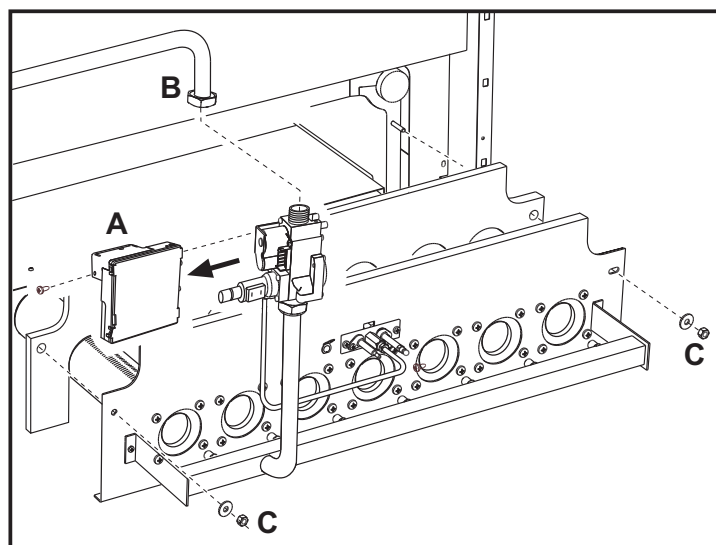
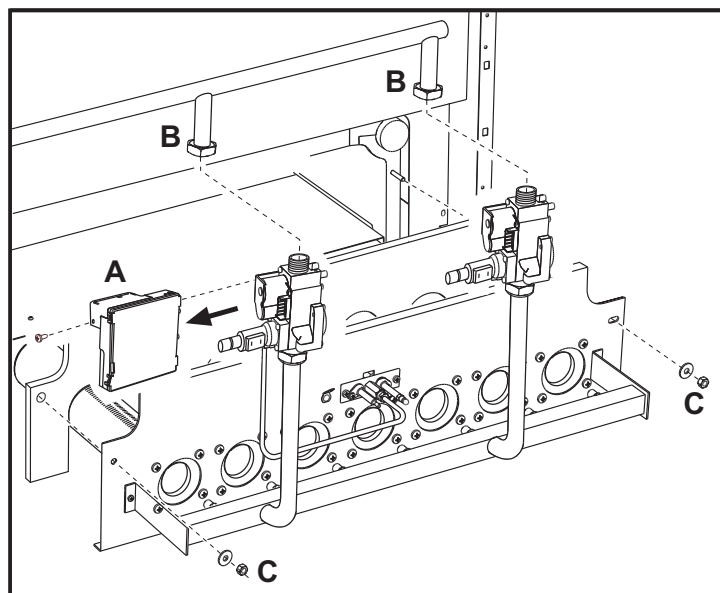

рис. 7 - Модели PEGASUS - 67 2S, 77 2S и 87 2S
рис. 8 - Модели PEGASUS - 97 2S и 107 2S
- Демонтируйте электронный контроллер пламени "А" с газового клапана (рис. 7).
- В моделях **97 2S** и **107 2S** с 2 газовыми клапанами необходимо также развинтить 2 винта, крепящих 2 электрических разъёма, которые питают второй клапан, и снять последний (рис. 8).
- Отвинтите гайку "В" крепления трубы подвода газа на входе в газовый клапан (рис. 7). В моделях **97 2S** и **107 2S** развинтите две гайки (рис. 8).